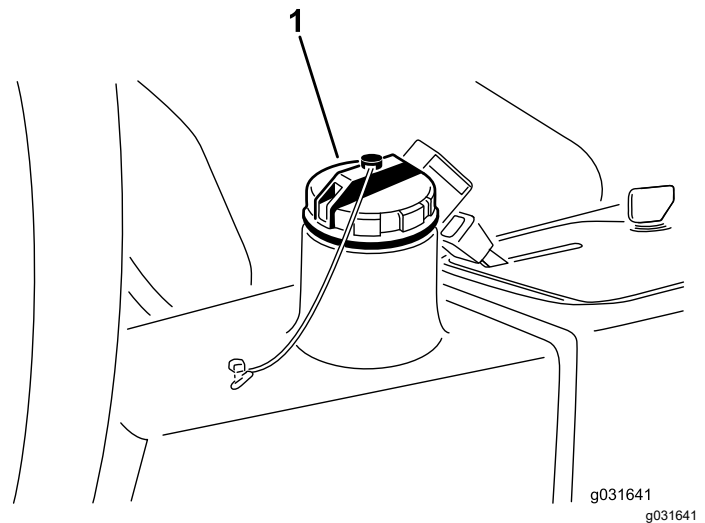

Bild 67
4. Füllen Sie den Behälter (Bild 67) mit ca. 13,2 Liter Hydrauliköl, siehe Prüfen der Hydraulikanlage (Seite 60).